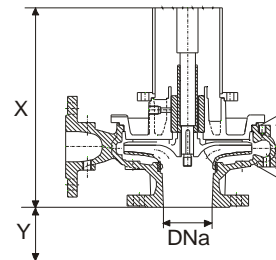

Fig. 2: Cuota para el calculo del nivel mínimo
**3. Poner en marcha la bomba solamente después de sumergirla en el recipiente garantizando un nivel de líquido mínimo de manera que se evite el funcionamiento en seco de los bujes (tab.1, fig.2).**